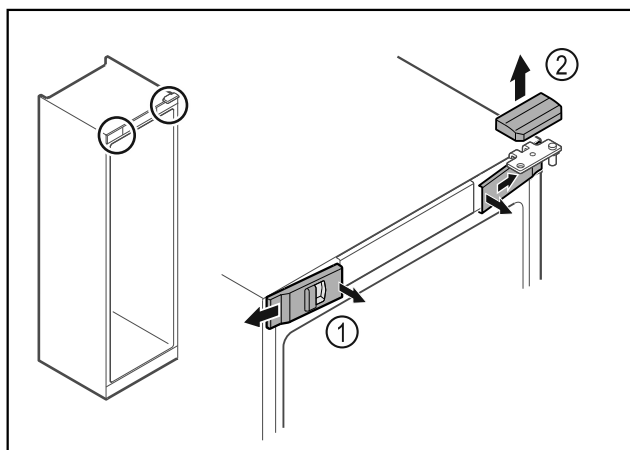

Fig. 16
- Odistite zvnútra predné kryty Fig. 16 (1) a odoberte ich do strany.
- Odoberte horný kryt Fig. 16 (2) nahor.